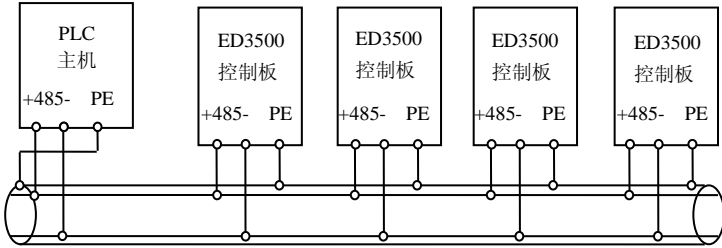
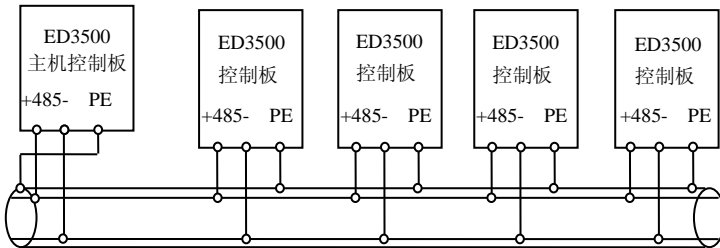

图 3-19 PLC 与变频器多机通信时的接线图(变频器、电机全部良好接地)
图 3-20 变频器多机通信时的接线图(变频器、电机全部良好接地)
- (2) 多台变频器可通过 RS485 连接在一起，由 PLC（或上位机）作主机控制，如图 3-19 所示，也可以其中一台变频器作主机，其它变频器作从机，如图 3-20 所示。随着连接台数的增加，通讯系统越容易受到干扰，建议按如下方式接线：